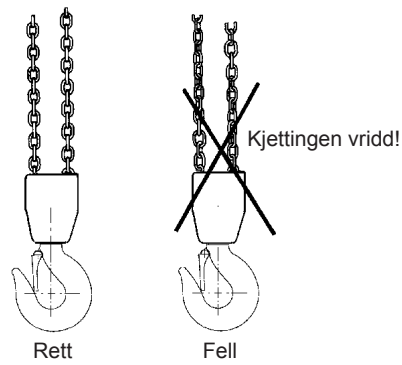

Fig. 3: Kjettingen må ikke være vridd
- Lastekjettingen må ikke ha knekk eller være vridd. For to- eller flerparts kjettingtaljer er det fare for at kjettingen blir vridd ved at underblokken vrir gjennom kjettingslyngen. Dette skjer vanligvis ved ommontering eller flytting av kjettingtaljen mellom ulike arbeidssteder. Se fig. 3.